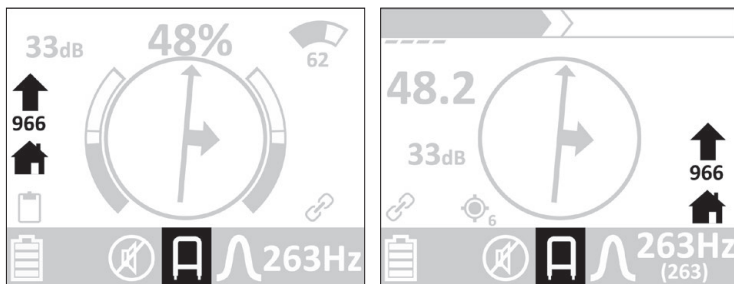
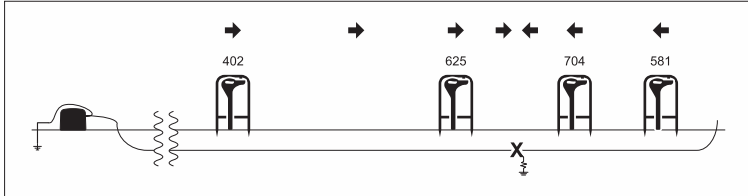

Abb. 31: Display des Empfängers – Schrittspannungssonde angeschlossen (hier: Kabelfehler-Signal 966)
Abb. 33: Kabelfehler mit Schrittspannungssonde orten
Bei Annäherung an einen Kabelfehler wird das Kabelfehler-Signal (Zahlenwert) größer (Abb. 31 und Abb. 33).
Genau über einem Kabelfehler wechselt der Richtungspfeil seine Richtung. Der Kabelfehler befindet sich dann mittig unter der Schrittspannungssonde (Abb. 33).
- Nähern Sie sich durch Vor- und Zurücksetzen der Schrittspannungssonde dem Kabelfehler an (Abb. 33).